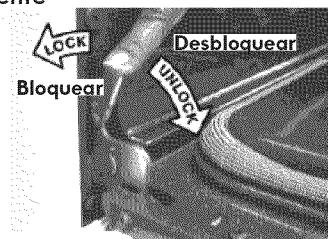

Figura 4B
2. Tire de los bloques de ambas bisagras (izquierda y derecha) hacia abajo desde el marco del horno completamente hacia la puerta del horno (vea la Figura 4B). Es posible que necesite una herramienta como un destornillador pequeño de cabeza plana.